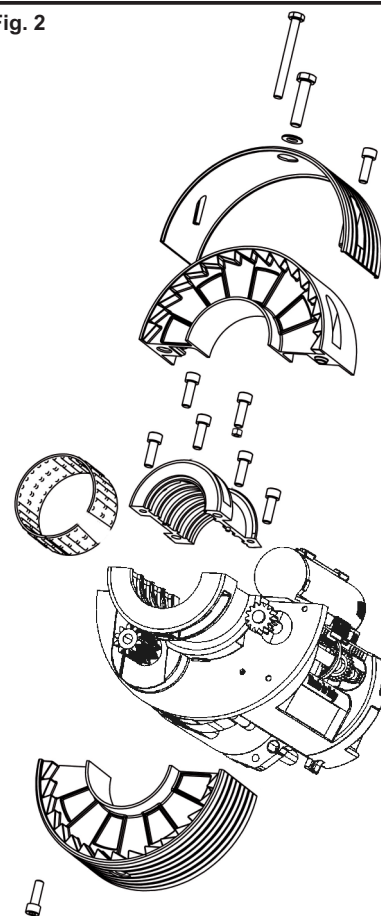

Fig. 3
- Verificare che il motore risulti posizionato sul lato destro vista interna serranda e avvitare la vite TE M10 (vite testa esagonale senza dado, posizionata nella parte anteriore del collare di chiusura chassis) facendola penetrare nel foro M10 praticato precedentemente sul tubo della serranda (FIG. 3).
- Verify that the electric motor is placed on the right side rolling shutter and screw the TE M10 (hexagonal screw without nut, placed on the foreground part of the second part of the chassis) screwing it inside the hole M10, effectuated before on the tube of rolling shutter (FIG. 3).
- Vérifier que le moteur électrique est positionné à droit et serrer la vis TE M10 (vis tête hexagonale sans écrou, positionné dans la partie antérieure de la deuxième partie du châssis) serrer la dans le trou M10 effectué précédemment sur le tube du rideau métallique (FIG. 3).
- Comprobar que el motor eléctrico está colocado a la derecha vista interna de l'enrollable y atornillar el tornillo TE M10 (tornillo hexagonal sin tuerca, colocado en la parte delantera del segundo chasis) atornillando totalmente en el taladro M10 efectuado anteriormente en el eje de l'enrollable (FIG. 3).